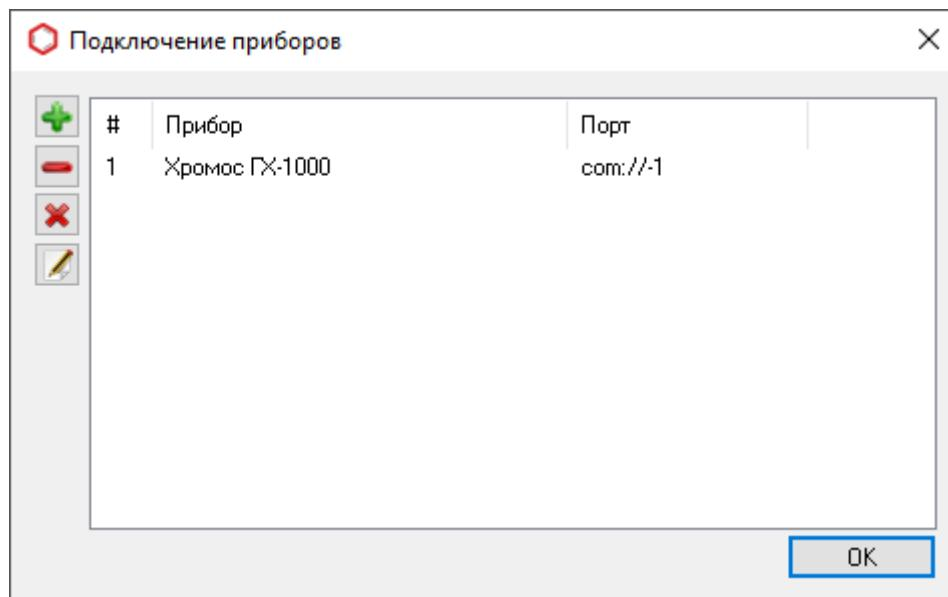

Рис. 18: Окно «Подключение приборов»
- В меню *Приборы* выберите **Подключение...**. Откроется окно *Подключение приборов* (Рис. 18):